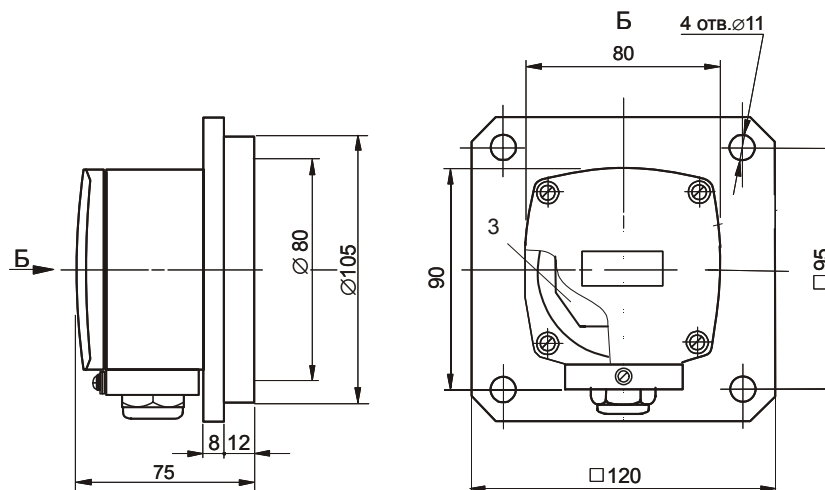

Рисунок 5 – Сигнализатор с плоским ЧЭ
3.1 Сигнализаторы (рисунки 1...5) состоят из чувствительного элемента 1, различных конструктивных исполнений, и корпуса 2 с крышкой. На корпусе закреплен кабельный ввод 8 и имеется зажим для наружного заземления 9. Внутри корпуса (рисунок 5) расположен электронный модуль 3 с установленными на нем регулировочными элементами и светодиодом – индикатором срабатывания сигнализатора.